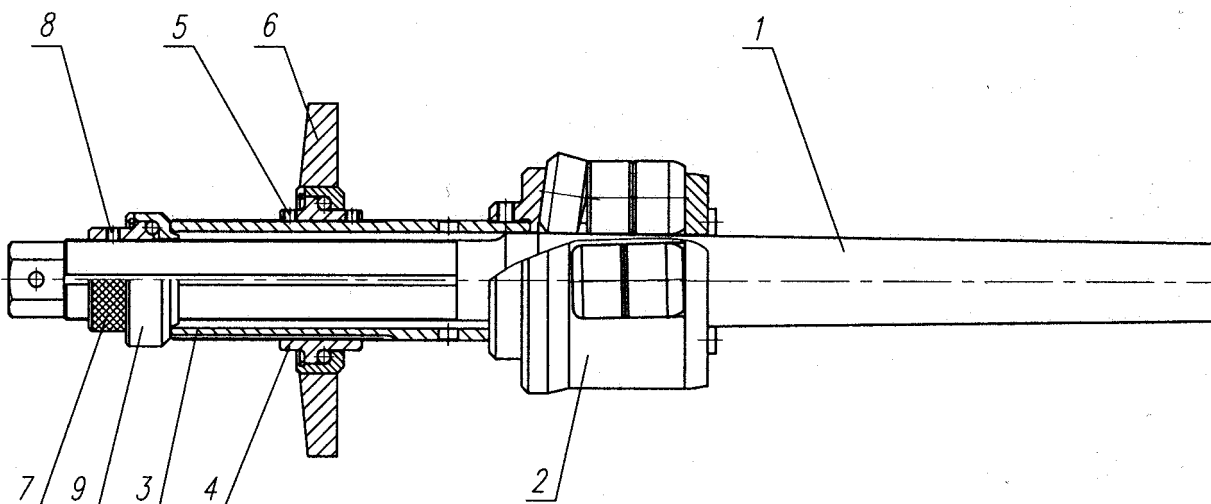
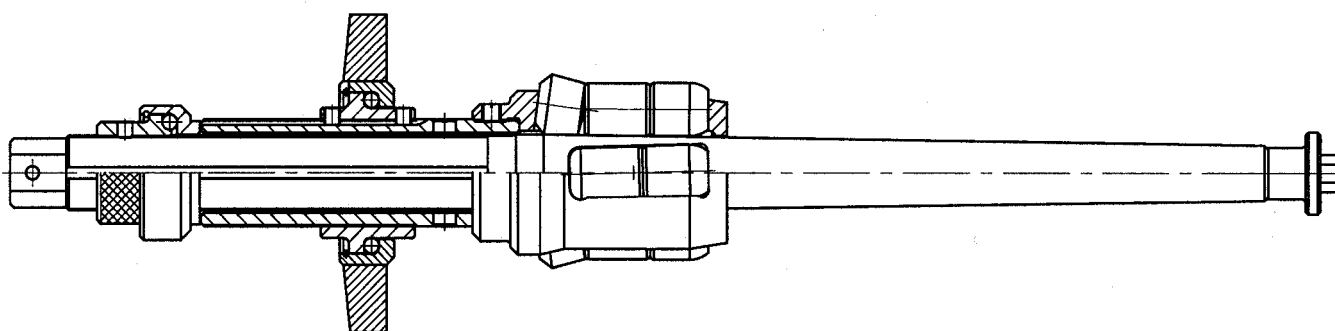
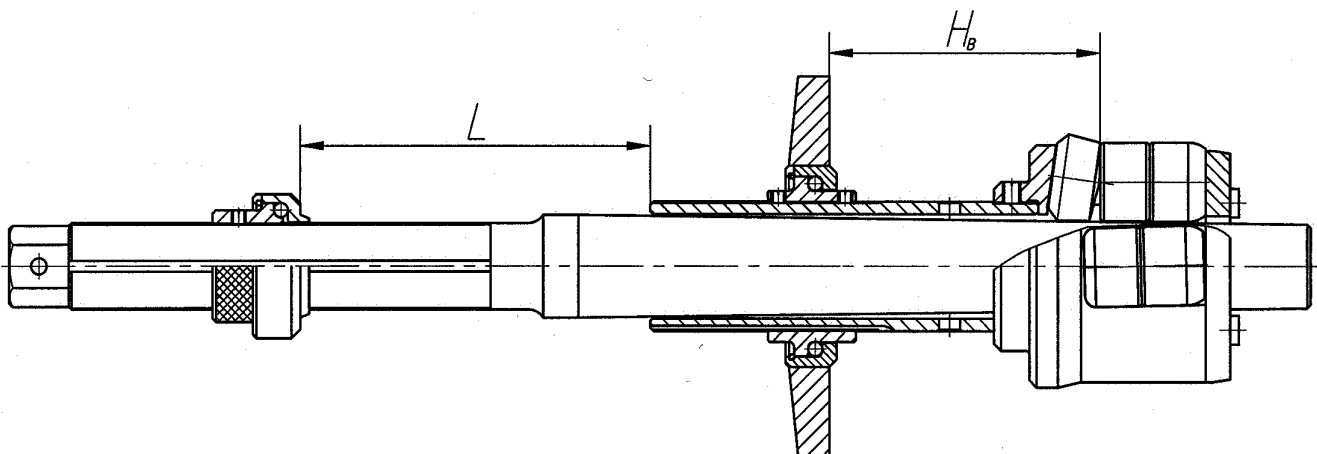

Рис. 1. Конструкция вальцовок РО-114 и РО-152
Рис. 2. Конструкция вальцовок РО-76 и РО-102
Рис. 4
Основными элементами вальцовки являются корпус 2 с роликами и веретено 1 (рис.1).
Окна корпуса развернуты под углом к его оси и выполнены таким образом, что размещенные в них ролики не выпадают наружу (вальцовки РО-76, РО-102 рис.2), а также вовнутрь корпуса (вальцовки РО-114 и РО-152 рис.1).
В корпусе закреплен удлинитель 3 (рис.1), по наружной резьбе которого может перемещаться и фиксироваться в заданном положении подшипниковый упор 6.
4.4. На удлинителе 3 вальцовки (рис. 1) установить и зафиксировать винтами 5 упор 6 на расстоянии « H_b » от передней кромки отбуртовочного ролика (рис. 4); при этом
5.5. На расстоянии L (рис. 4) от торца удлинителя 3 установить упор 9 на веретене вальцовки и зафиксировать его винтами 8 (рис. 1).